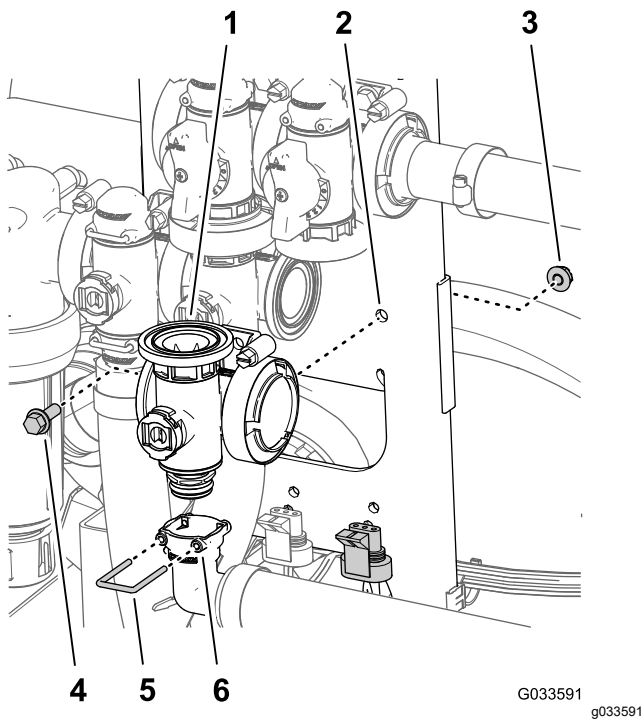

Figura 118
- Îndepărtați opritorul care fixează fittingul de ieire la 90° de cuplajul colector pentru supapa braului principal (Figura 118).
3. Îndepărtai urubul cu guler ($\frac{1}{4} \times \frac{3}{4}$ ") i contrapiulia cu guler ($\frac{1}{4}$ ") care fixează supapa braului principal la suportul de montare a supapei i îndepărtai colectorul supapei de la maină (Figura 118).